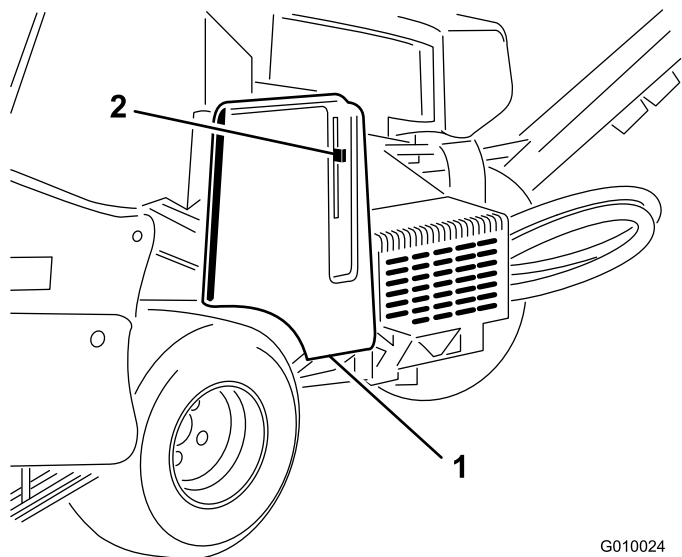
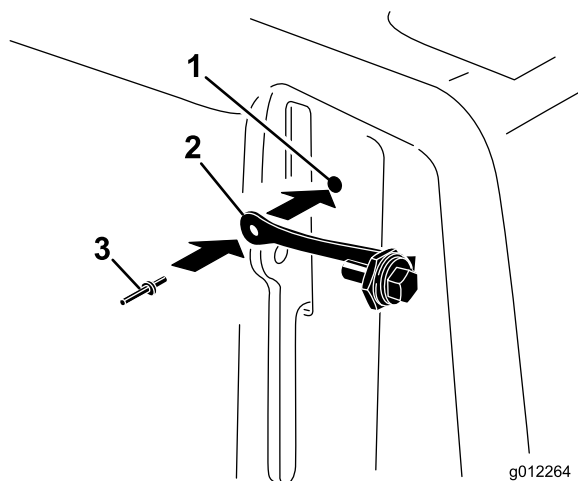

Bild 16
Bild 17
1. Ermitteln Sie das Loch in der Riemenabdeckung neben dem Schlitz für die Hebelklinke (Bild 16 und Bild 17).
2. Befestigen Sie den Gurt mit einer Blindniete im Loch in der Riemenabdeckung (Bild 17).